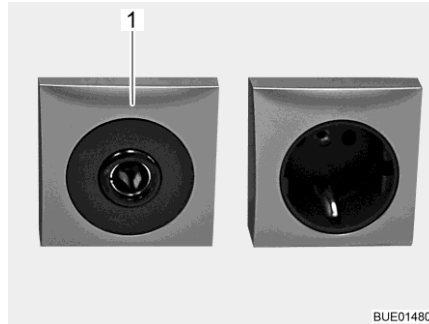

Bild 119 Eluttag 12 V/10 A
- ▷ Till 12 V-nätets eluttag (Bild 119,1) får endast apparater med maximalt 10 A anslutas.